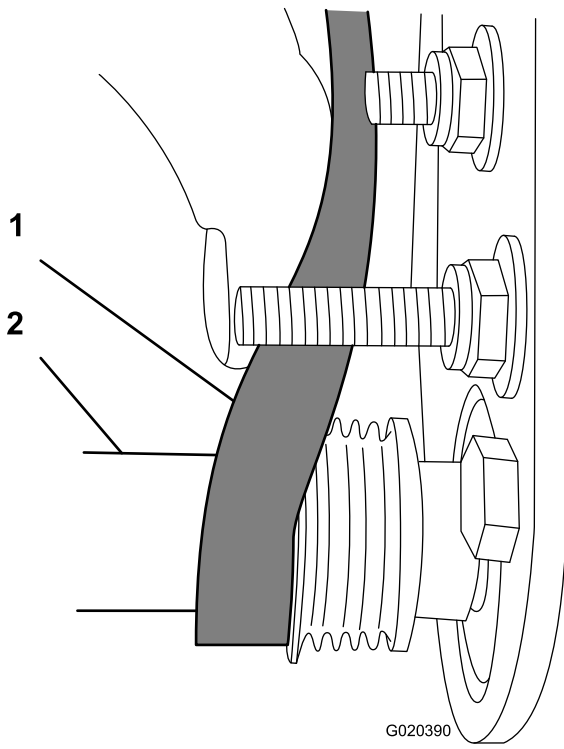

图 26
- C. 使用深套管 9/16 英寸旋转滚筒刷组件并把皮带引入从动皮带轮 图 26。